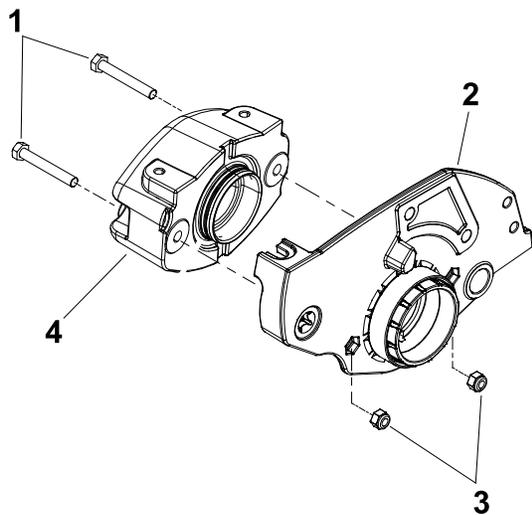

図 16
15. 右サイドプレートにウェイトを取り付けるキャップスクリューと六角ナットを使用する 図 16。